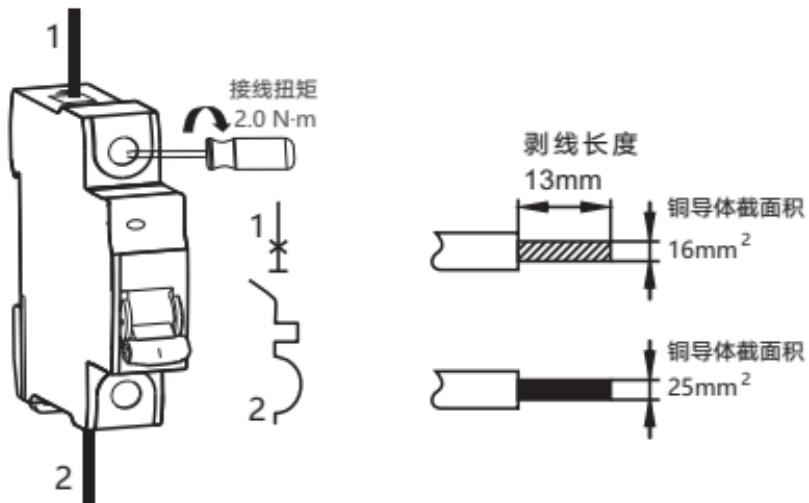

图5 NB7接线方式
5.4 适用于铜导线连接，导线选择见表2，接线方式及剥线长度示意如图5。